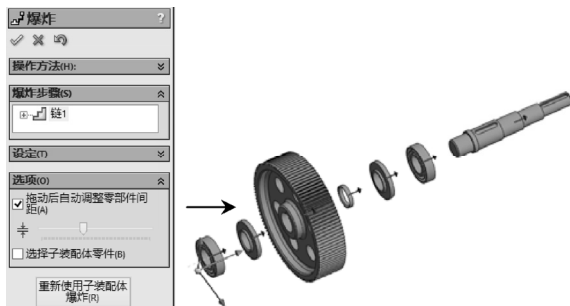

图 5-64 选择所有零部件同时设置间距
STEP 3 打开本文提供的素材文件“输出轴装配.sldasm”,单击“爆炸视图”按钮,勾选“爆炸”属性管理器中的“拖动后自动调整零部件间距”复选框,然后框选所有零部件,并拖动 Z 轴一定距离(150mm 左右),完成此子装配爆炸视图的创建,如图 5-64 所示。